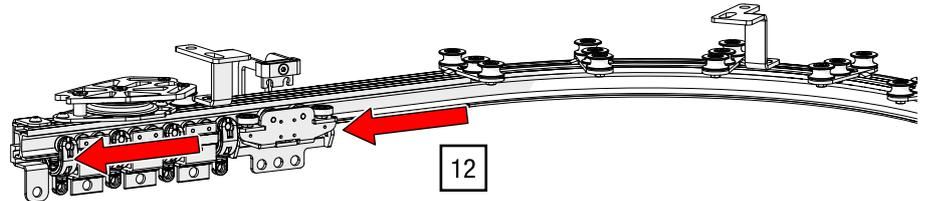

Abb. 94: Obenliegende Seilführung – Wagen zusammenschieben
12. Schieben Sie die Zug- und Laufwagen bei einem zweiteiligen Vorhang maximal im Parkraum auf jeder Seite zusammen (siehe Abb. 94).